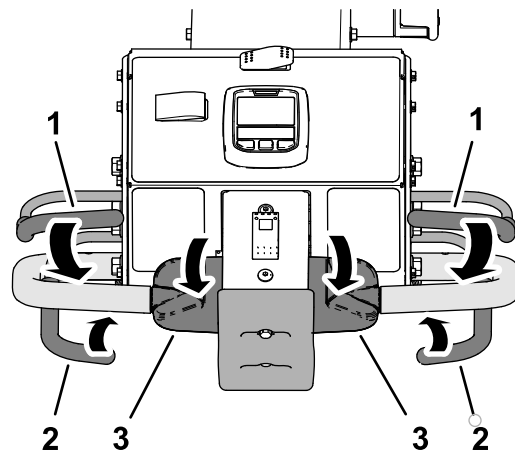

Рисунок 37
2. Удерживая любую штангу контроля присутствия оператора прижатой к рукоятке управления, поверните верхнюю часть органа управления тягой вперед и нажмите штангу аэрации (Рисунок 37).